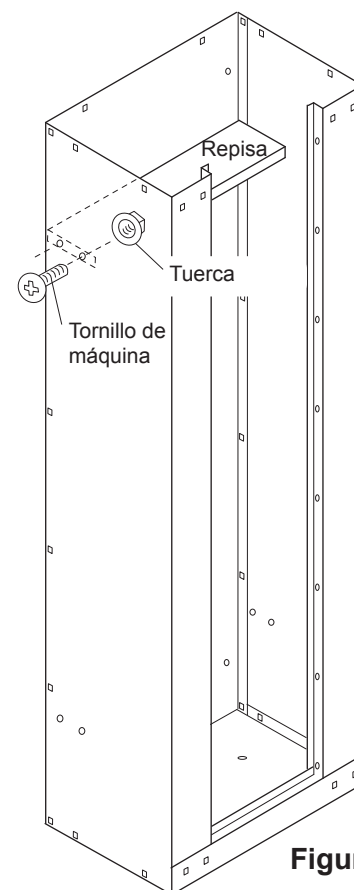

Figura 3
Utilice los hoyos superiores en los paneles laterales y ensamble la repisa con (4) tornillos de máquina y tuercas. (figura 3)